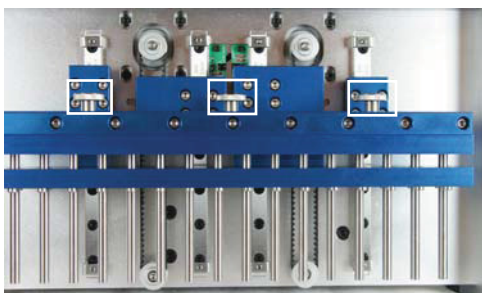

Abbildung 34. SEV-Magnetstabeinheit und Flügelschrauben.
4. Schrauben Sie die drei Flügelschrauben (Rechtecke in Abbildung 34) oben auf der Magnetstabeinheit ab.